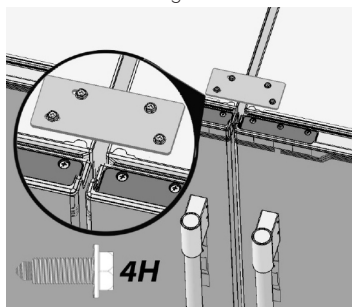

Fig. 16
17. Fixez la barre d'attache supérieure 1H (Fig. 16), en gardant les 2 boulons 4H gauches desserrés.